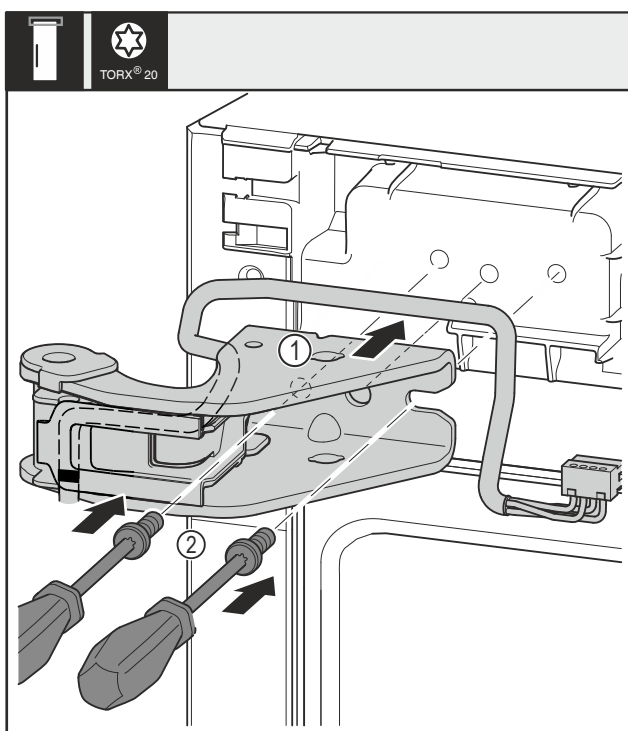

Fig. 20
- Postavite gornji podložak ležaja Fig. 20 (1).
- Odvijačem umetnite i pritegnite vijke Fig. 20 (2).